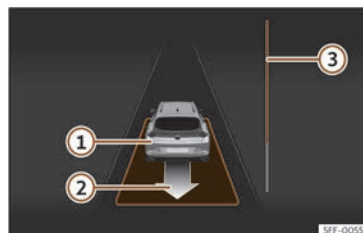

Fig. 196 Na pantalla do cadro de instrumentos: desaparcar dun espazo en liña.
- Retroceda ata que soe o sinal continuo del ParkPilot; **OU BEN:** vaia marcha atrás ata que na pantalla do cadro de instrumentos apareza a indicación de dar marcha adiante. A barra de progreso **>>> fig. 196 ** indica a distancia a percorrer **>>> páx. 294.**